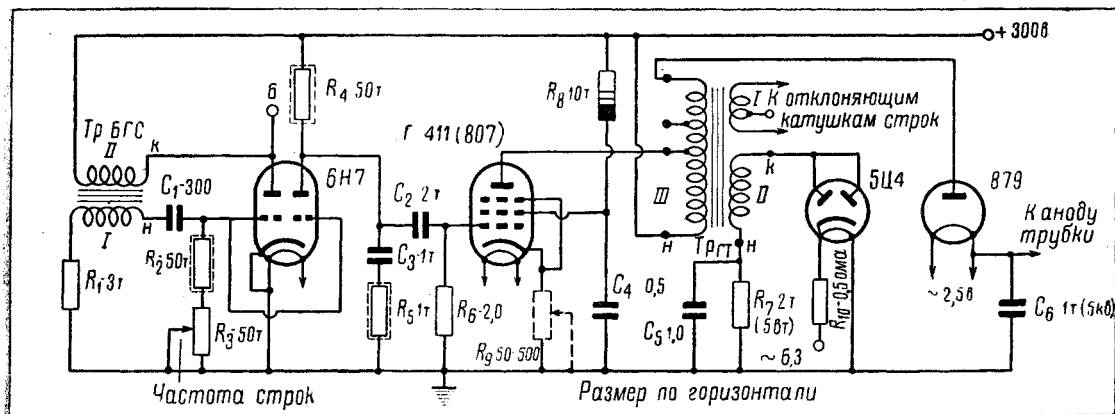

Рис. 10
Описанный выше трансформатор генератора тока строк может быть без переделки использован в качестве выходного трансформатора генератора тока с посторонним возбуждением (рис. 10). Выходной каскад генератора работает на лампе Г-411 или Г-807. Анодная обмотка трансформатора включается так же, как и в схеме генератора тока. С нее берется напряжение на высоковольтный выпрямитель (879) для питания анода кинескопа. Во вторичную обмотку трансформатора (сеточную) включен демпфер (5Ц4). К сетке выходного каскада лампы Г-411 генератора тока с посторонним возбуждением подводится несколько искаженная форма пилообразного напряжения, получаемого с блокинг-генератора (6Н7). Синхронизация блокинг-генератора осуществляется подачей синхронизирующих импульсов на анод генератора (точка Б) от конденсатора C_{46} (рис. 3). Трансформатор блокинг-генератора Tr_{52K} имеет сечение $1 \div 2 \text{ см}^2$, сеточная обмотка (I) состоит из 200 витков, анодная (II) — из 100 витков, ПЭЛ или ПЭШО — 0,15—0,2.
Линейность развертки, построенной по схеме рис. 10, зависит от выбора величин сопротивлений R_4 и R_5 . Размер раstra подбирается изменением числа витков анодной (III) обмотки трансформатора Tr_{52K} , подключаемых к аноду высоковольтного кенотрона 879. Регулировка размера по строкам в случае необходимости может быть произведена включением сопротивления R_9 в катод выходной
рис. 10 показана описываемая гавайская гитара с усилителем. Здесь устройство для регулирования тембра выполнено довольно примитивно: переключателем, кнопка которого выведена на верхнюю дека рядом с регулятором громкости, попеременно включается параллельно звукоусилителю та или иная емкость, которая подбирается практическим путем на слух. Наличие металлических ладов у такой гитары необязательно, поэтому они сделаны из полосок белого целлулоида.